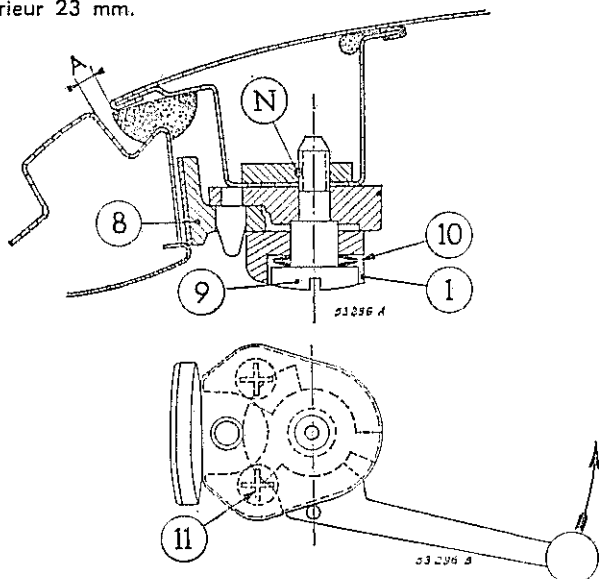
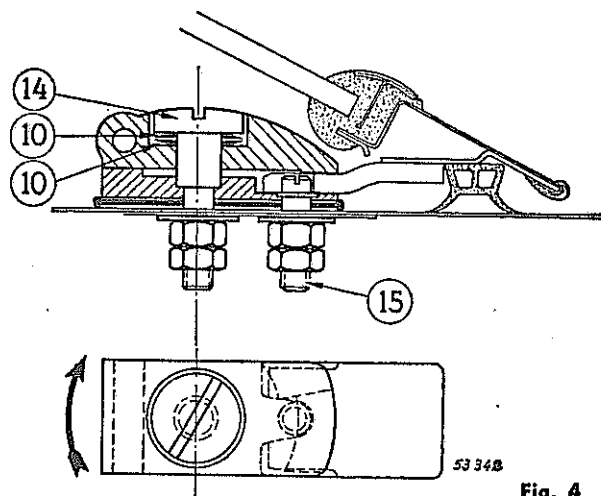

Fig. 2
Fig. 4
- Desserrer et régler les deux verrous de blocage avant (1) en correspondance avec les supports (8) (fig. 2) fixés sur la frise de pare-brise et verrouiller.
Le blocage des axes de verrous avant (9) (fig. 2) et des axes de verrous arrière (14) (fig. 4) devra être énergique. Utiliser un tournevis de dimension appropriée (largeur 20 mm, épaisseur 1,9 mm) ou une douille tournevis demi-pouce (Réf. de vente 13.140) adaptable sur le vilebrequin « Standard » des boîtes à douilles. Les axes (15) devront être serrés modérément. Ne pas omettre de graisser les axes de verrous avant montage.
1° Assurer un jeu mini entre toit et frise de pare-brise le plus régulier possible : $A = 3,5 \pm \frac{1}{2}$ mm (voir page 11/32) (fig. 2).